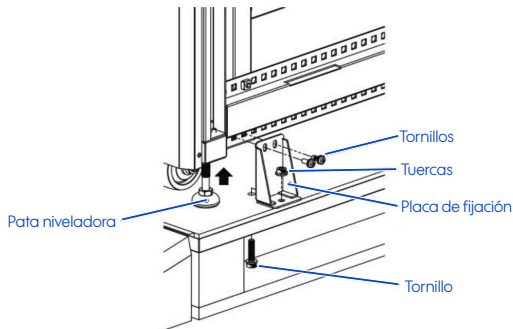

Figura 3-8 Ubicación de patas niveladoras
5. Para fijar el gabinete en su posición, simplemente gire las patas niveladoras en sentido horario. Consulte la figura 3-8.